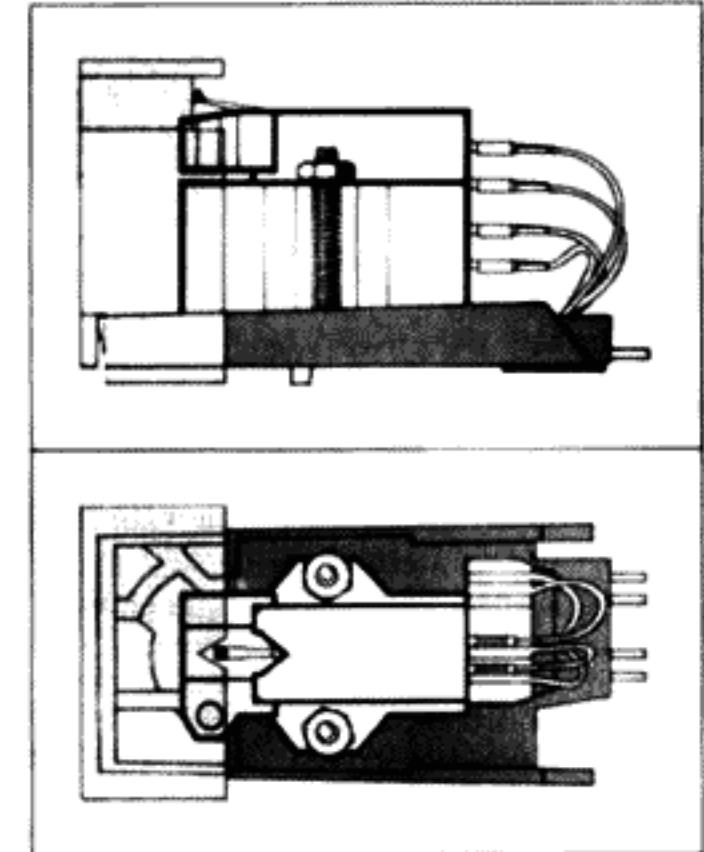

Fig. 15
- Den Systemträger (6) können Sie vom Tonarm lösen, indem Sie den Tonarmgriff (4) nach hinten drücken. Halten Sie dabei den Systemträger fest, da er nach Öffnen der Verriegelung herunterfällt.
- Befestigen Sie das Tonabnehmersystem unter Verwendung des dem Tonabnehmersystem beigefügten Zubehörs auf dem Systemträger. Zu beachten ist, daß sich die Abtastnadelspitze – von oben betrachtet – mit der V-förmigen Aussparung der Systemlehre deckt (Fig. 15).
- Vous pouvez retirer le porte-cellule (6) du bras en repoussant la poignée (4) du bras vers l'arrière. Maintenez en même temps le porte-cellule qui tombe après ouverture du verrouillage.
- Fixez la cellule sur le porte-cellule en utilisant les accessoires joints à la cellule. Vérifiez que la pointe de lecture – vue de haut – se superpose à l'encoche en forme de V du gabarit de la cellule (Fig. 15).
- Detach the cartridge holder (6) from the tonearm by pressing the tonearm lift (4) backward, while holding the cartridge holder with your hand to prevent its falling down when the lock is released.
- Using the hardware provided, mount the cartridge on the cartridge holder. Make sure that the V-shaped recess of the stylus tip – as seen from above – covers the cartridge gauge (Fig. 15).